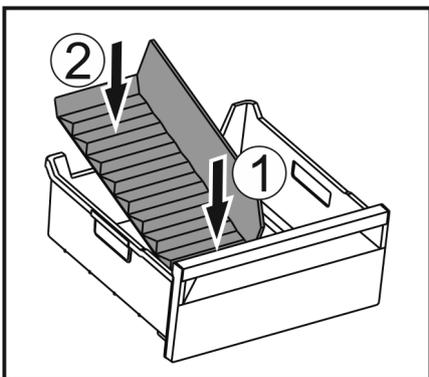

Fig. 71
- Installer la partie avant du séparateur de congélateur. Fig. 71 (1)
- Abaisser la partie arrière du séparateur de congélateur jusqu'au fond du tiroir. Fig. 71 (2)